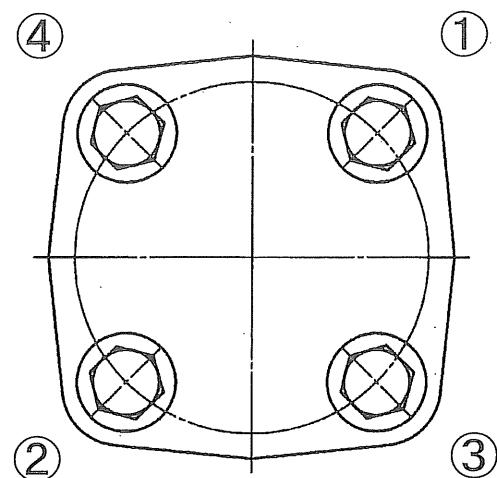
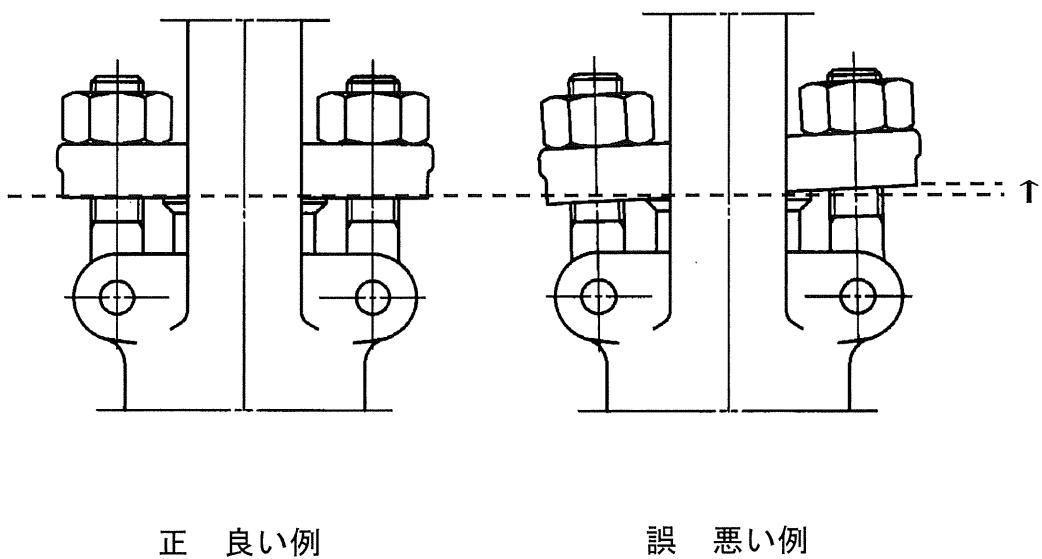

図 7.2 ふたボルトの締め付け順序例
図 7.3 グランドボルトナットの締め付け調整例
② この場合、ふたボルト、弁棒ねじ部にはグリースを塗ることによって焼き付きやかじりを防止することができます。
③ グランドパッキンを挿入する場合は、グランドパッキンの切り口が重ならないように、1リングずつ挿入し、且つ1リングずつ毎に適当な締付力を与えてください。
- ④ ふたボルトの締め付けにあたっては、図 7.2に示すとおり、相対するボルトナットを交互に均等な力で締めてください。弁箱フランジ面とふた法兰ジ面が密着するまで締めつけてください。
⑥ 図 7.3に示すとおり、グランドボルトナットを締めながらハンドル車の廻り具合をみてグランドを片締めしないように交互に平均した力で調整してください。
- ② この場合、ふたボルト、弁棒ねじ部にはグリースを塗ることによって操作性を維持することができます。
- ③ グランドパッキンを挿入する場合は、グランドパッキンの切り口が重ならないように、1リングずつ挿入し、且つ1リングずつ毎に適当な締付力を与えてください。
- ④ ふたボルトの締め付けにあたっては、図 7.2に示すとおり、相対するナットを交互に均等な力で締めてください。弁箱フランジ面とふたフランジ面が密着するまで締めつけてください。
- ⑤ ふたボルトの締め付けトルクは、表 7.1に示すとおりです。
- ⑥ 図 7.3に示すとおり、グランドボルトナットを締めながらハンドル車の廻り具合をみてグランドを片締めしないように交互に平均した力で調整してください。
- ⑦ グランドボルトナットの締め付けトルクは、表 7.2に示すとおりです。
- ① 組立ての手順は、分解の手順の逆を行ないます。
- ② ふたボルトの締め付けにあたっては、図 7.2に示すとおり、相対するナットを交互に均等な力で締めてください。弁箱フランジ面とふたフランジ面が密着するまで締めつけてください。
- ③ ふたボルトの締め付けトルクは、表 7.1に示すとおりです。